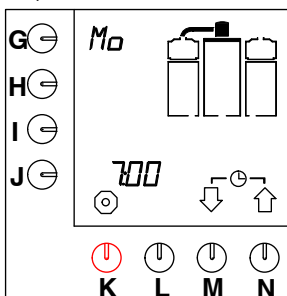

Fig. 11 Eksempel på aktuelle dato og klokkeslæt
- Aktuelle dato og tid vises et kort øjeblik i displayet (fig. 11).
- Aktuelle dato og klokkeslæt vises i displayet (fig. 11).
- Aktuelle dato og klokkeslæt vises et kort øjeblik i displayet (fig. 11).